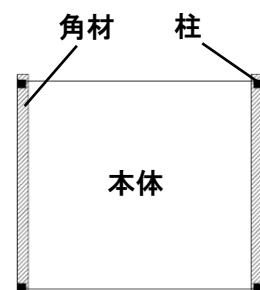

図 2. 角材位置(平面図)
- 角材等を挟む場合は、4 隅の柱に近い位置で受けてください。(図 2 参照)